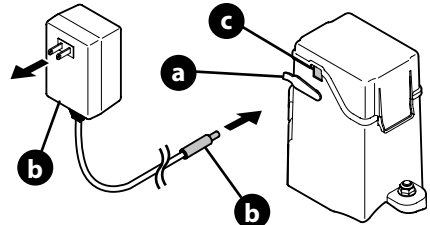

Figura 29
- Abra la tapa del puerto de carga (a) y enchufe el cable del cargador (b) en el puerto de carga (c) (Figura 29).